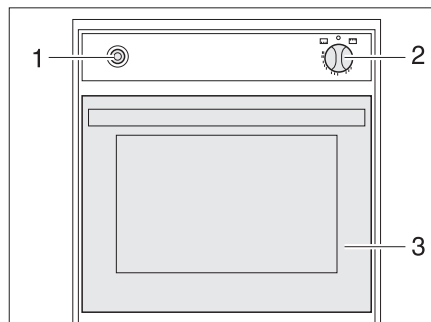

Fig. 310 Four à gaz (Spinflo)
- Ouvrir entièrement le portillon du four (Fig. 310,3).
- Enfoncer légèrement le bouton tournant (Fig. 310,2) et le placer sur "four" ou "GRILL" (grill).
- Enfoncer le bouton tournant (Fig. 310,2) et le maintenir enfoncé pendant 5 à 10 secondes. Le gaz s'écoule vers le brûleur.
- Appuyer plusieurs fois sur l'interrupteur d'allumage (Fig. 310,1) jusqu'à ce que la flamme se consume.
- Tourner le bouton tournant (Fig. 310,2) sur "O". La flamme s'éteint.